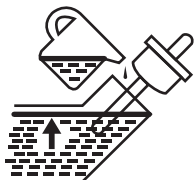

FIGURA 21: Nivel de aceite para motor
- Inserte la tapa para llenado de aceite en el orificio para llenado de aceite, pero no la atornille (Figura 21).